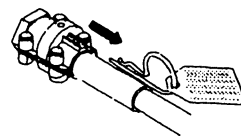

図1
(1) NFBセーフT-II
- ① 図1のようにヒッチピンをヘルムから外して外して下さい。
ステアリングケーブルを取付ける前に、ステアリングホイールを図1で示した位置にして下さい。
ステアリングケーブルを取付ける前に、ステアリングホイールを図1で示した位置にして下さい。取付けが完了した後に舵中央はステアリングホイールのセンターキャップ部が水平の方向になります。